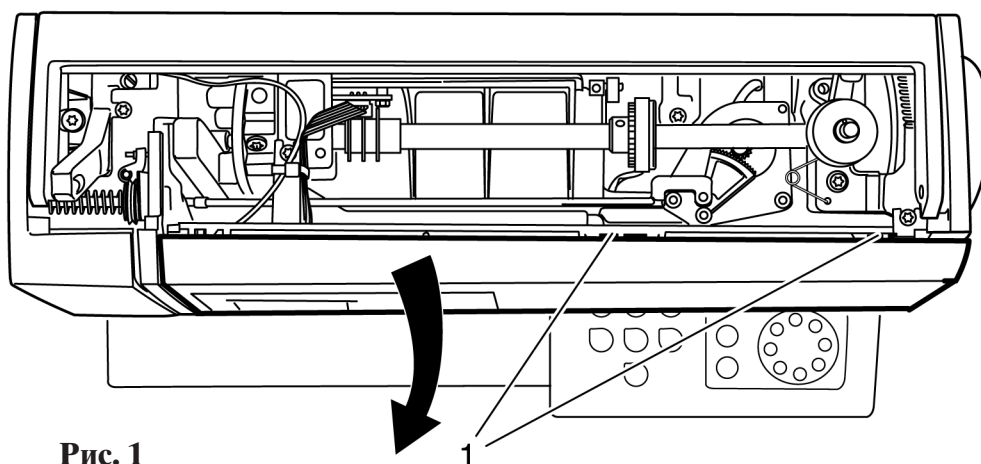

Рис. 1
- Слегка приподнимите накладку 1 и снимите прозрачный экран передней панели корпуса в направлении поворота (рис. 1).